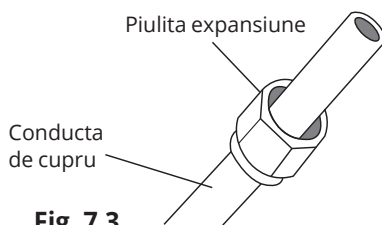

Fig. 7.3
3. Montati piulitele de expansiune la ambele capete ale conductei. Verificati daca piulitele se afla in pozitie corecta, intrucat nu le mai puteti schimba dupa expansiune (fig. 7.3).